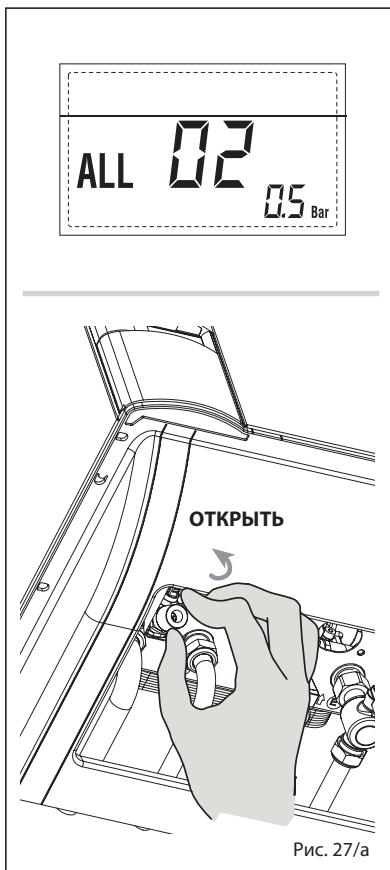

Рис. 27/a
- ТРЕВ. 02 (рис. 27/a) давление ниже 0,5 бар, котёл останавливается на дисплее отображается неполадка ТРЕВ 02.